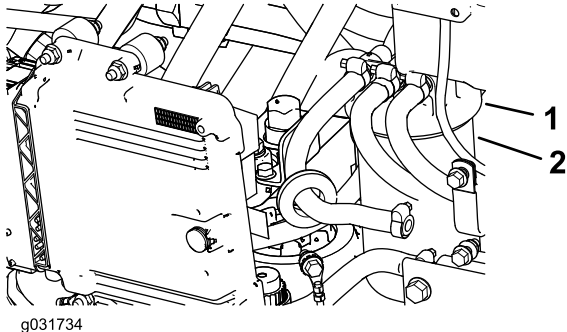

Bild 89
1. Reinigen Sie den Bereich um den Kraftstofffilterkopf (Bild 89).
2. Entfernen Sie den Filter und reinigen die Befestigungsoberfläche des Filterkopfes (Bild 89).